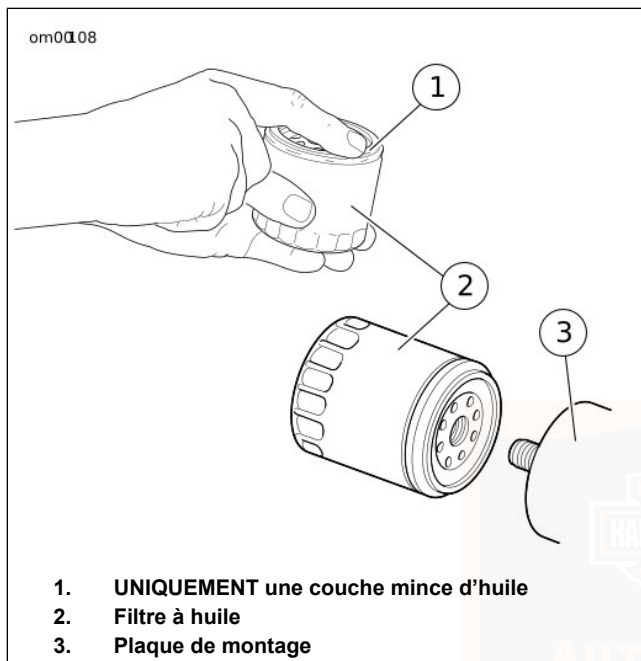

Figure 25. Application d'une couche mince d'huile
5. Voir la Figure 25. Lubrifier le joint du nouveau filtre à huile avec de l'huile moteur et installer le nouveau filtre. Serrer le filtre à huile à la main d'un demi à trois-quarts de tour une fois que le joint touche la surface de montage du filtre.